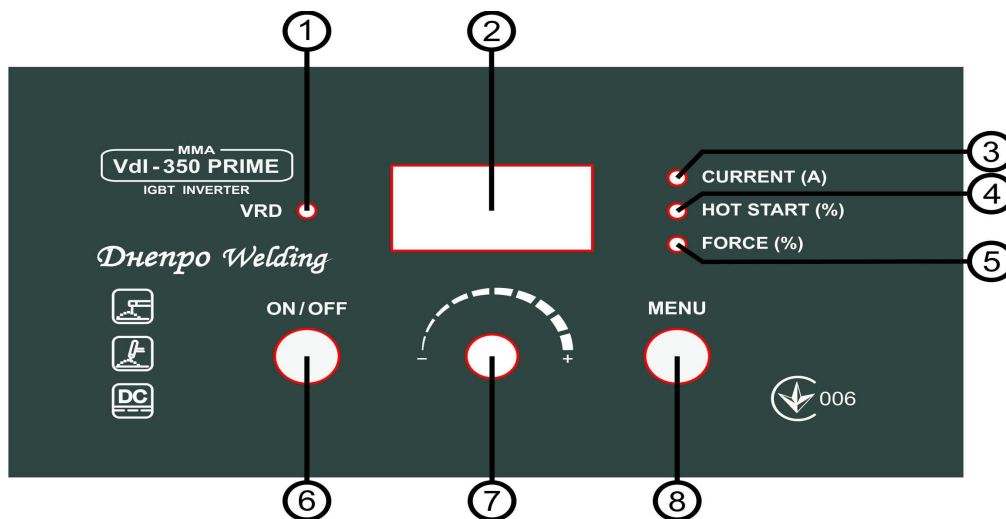

Рис.2
7.6 Вмикання та вимикання апарату виконується кнопкою «ON/OFF» (поз.6 рис.2) на лицьовій панелі.
8.2 Вмикання виробу відбувається натисненням на кнопку ON/OFF протягом 1сек. (Поз.6 рис.2), після чого на цифровому індикаторі (поз.2 рис. 2) буде відображене значення зварювального струму.
8.3.1 Зварювальний струм (поз.3 рис.2)
Короткочасним натисканням на кнопку MENU(поз.8 рис 2) , вибрати світлодіодний індикатор CURRENT (поз.3 рис 2) Значення зварювального струму встановлюється ручкою регулятора (поз.7 рис.2) вибране значення струму відображається на індикаторі (поз.2 рис 2).
Короткочасним натисканням на кнопку MENU(поз.8 рис 2) , вибрати світлодіодний індикатор HOT START(поз.4 рис 2) налаштовується обертанням ручки відповідного регулятора (поз.7, рис.2).
Короткочасним натисканням на кнопку MENU(поз.8 рис 2) , вибрати світлодіодний індикатор FORCE (поз.5 рис 2)налаштовується обертанням ручки регулятора (поз. 7, рис.2).
При затисканні кнопки MENU (поз.8 рис.2) більше 3 сек. виконується вхід до розширеного меню користувача. Перемикання між параметрами відбувається шляхом обертання регулятора (поз.7 рис.2), вибір потрібного параметра відбувається шляхом короткочасного натискання на кнопку MENU (поз.8 рис.2), зміна значення відбувається шляхом обертання регулятора (поз.7 рис.2). Збереження обраного значення відбувається через 4 сек., або повторним натисканням на кнопку MENU (поз.8 рис.2). Вихід з Розширеного меню користувача відбувається затисканням кнопки MENU (поз.8 рис.2) більше ніж 3сек.. В розширеному меню користувача відбувається регулювання наступних параметрів: